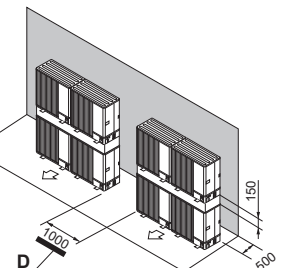

Fig. 2-18
- (7) Disposition pour des appareils empilés (Fig. 2-18)
D : Espace (Fig. 2-18)